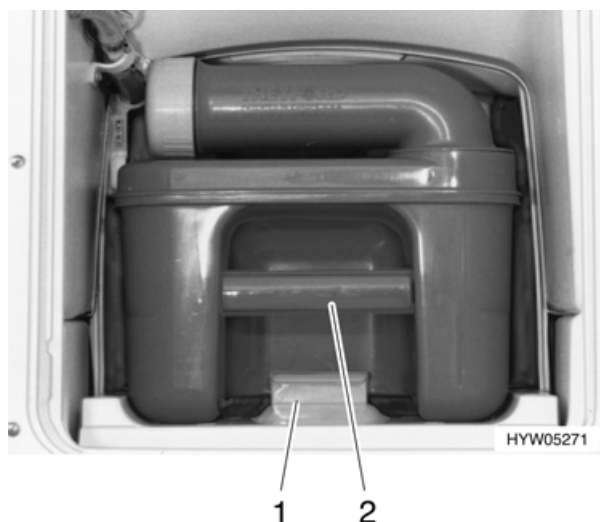

Fig. 77 Rimozione della cassetta Thetford
L'accesso alla cassetta Thetford (Fig. 77) si esegue tramite lo sportello del gavone di coda.
- Sbloccare la sicurezza (Fig. 77,1) ed estrarre la cassetta Thetford (Fig. 77,2).